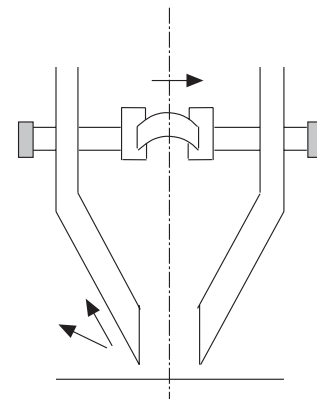
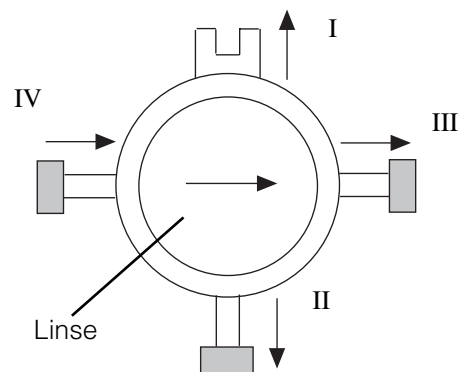

Abb. 22
Abb. 23
- 7 - Die Linse (Abb.22) mit Hilfe der vier Einstellschrauben aus Abbildung 23 entgegengesetzt zu den "Spritzern" verschieben.